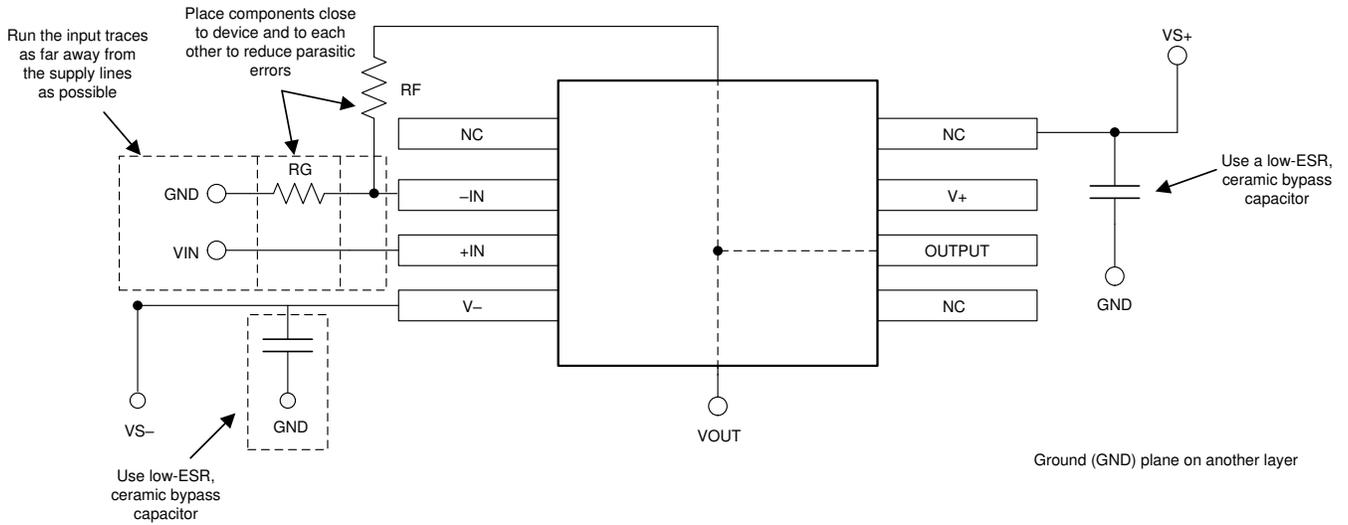

图 7-4. 同相配置的运算放大器电路板布局
- 外部元件应尽量靠近器件放置。如图 7-4 所示，使 RF 和 RG 靠近反相输入可最大限度减小寄生电容。